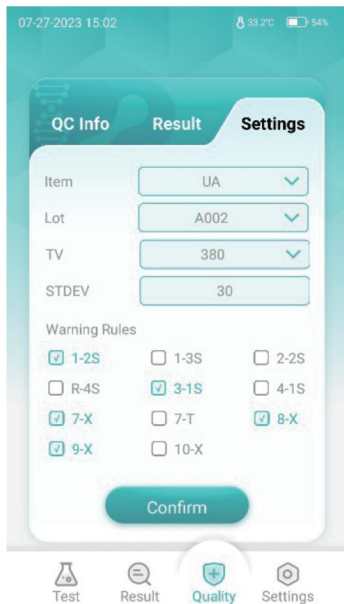

Figura 6.4
l'analizzatore visualizzerà il valore target e la deviazione standard (DS); inserire la cassetta di prova corrispondente e configurare le impostazioni di controllo qualità, inclusi gli elementi e le regole del test, e l'analizzatore avvierà il test di controllo qualità (Figura 6.4).